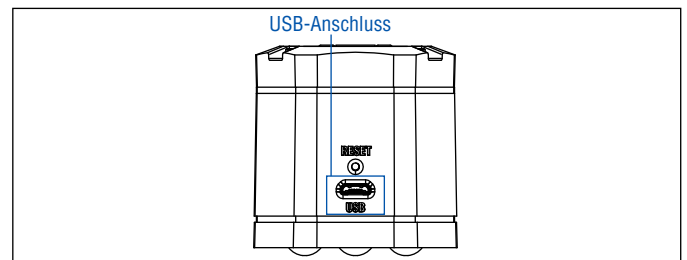

Abb. 120: USB-Buchse am TempoLink® Sensorassistenten
1. Stecken Sie den Micro-USB-Stecker des USB-Kabels in den Anschluss „USB“ an den TempoLink® Sensorassistenten (Abb. 120).